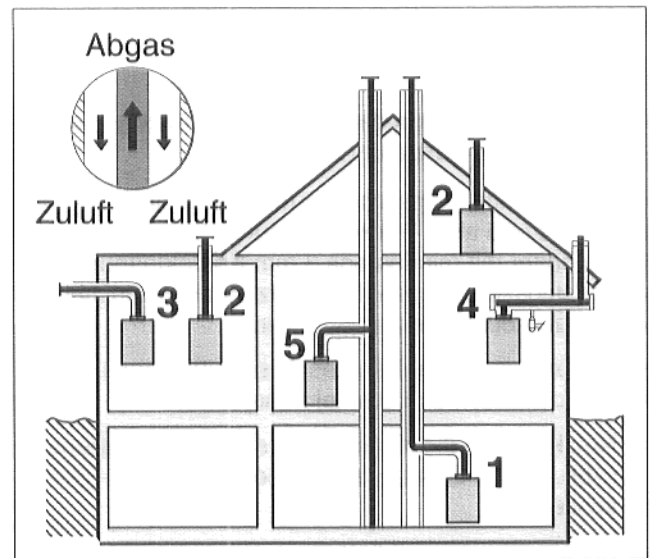

Abb. 6 Konzentrisches Verbrennungsluft-Abgassystem
- Verbrennungsluft-Abgasanschluß für Altbausanie-rung (Abb. 6, Pos. 1),
- Verbrennungsluft-Abgasanschluß mit Dachdurch-führung (Abb. 6, Pos. 2),
- Verbrennungsluft-Abgasanschluß mit Außenwand-anschluß (Abb. 6, Pos. 3),
- Verbrennungsluft-Abgasanschluß mit Außenwand-fassadenanschluß (Abb. 6, Pos. 4),
- Verbrennungsluft-Abgasanschluß an einen vorhan-denen Luft-Abgasschornstein (Abb. 6, Pos. 5),